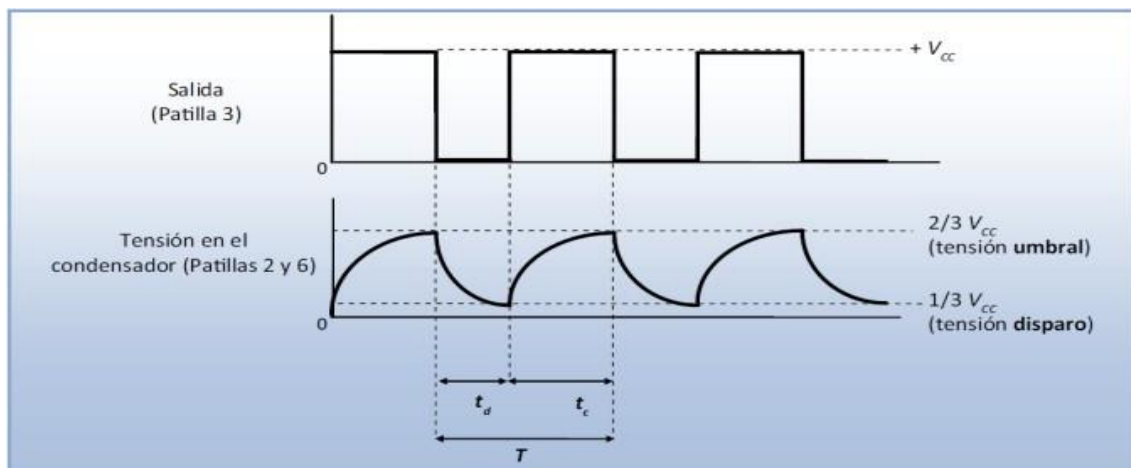

Figura 2.13 Diagrama de ondas
El diagrama de ondas que muestra el funcionamiento del modo estable se encuentra en la figura 2.13. La descarga del condensador (C) solo ocurre a través de la resistencia R_B (que se conecta a tierra a través del transistor interno), mientras que la carga se realiza a través de las